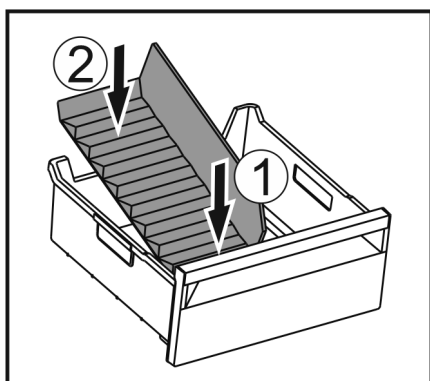

Fig. 177
- Vorderen Teil des Eisfach-Trenners einsetzen. Fig. 177 (1)
- Hinteren Teil des Eisfach-Trenners bis zum Schubfachboden absenken. Fig. 177 (2)